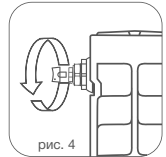

рис. 4
- 8.4. Для удаления воздуха из радиатора в верхний коллектор обязательно установка крана Маевского* или автоматического воздухоотводчика. Для удаления воздуха через кран Маевского необходимо периодически (несколько раз в году) вручную стравливать его с помощью специального ключа* (рис. 4)